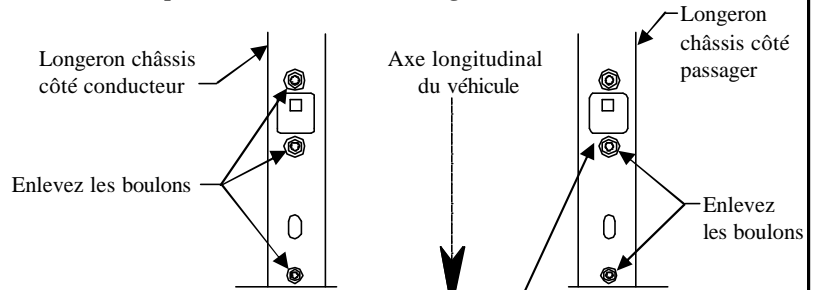
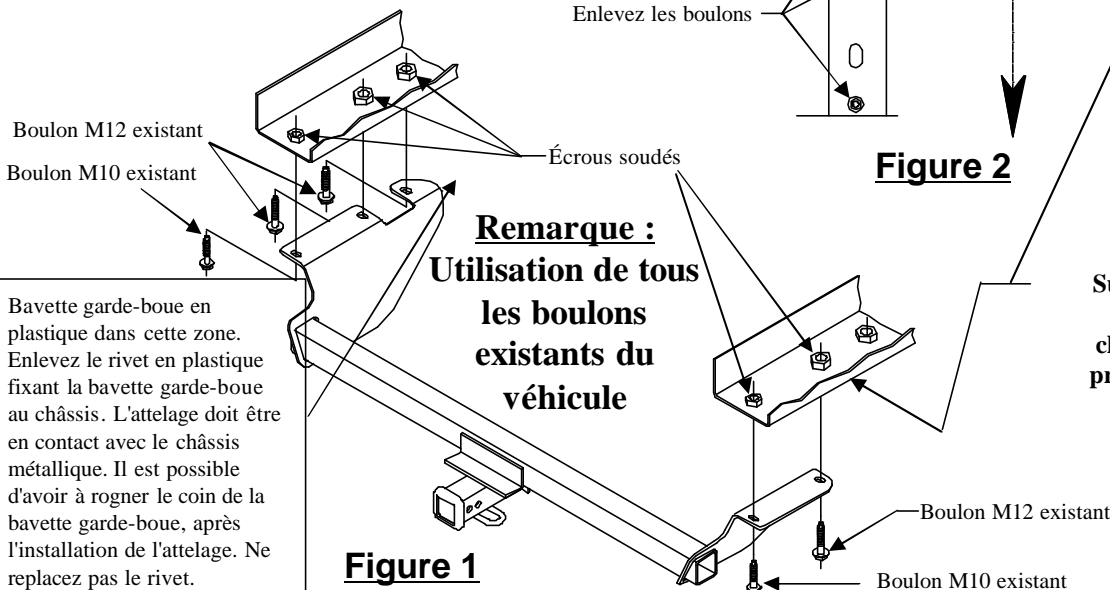

Figure 2
Figure 1
2. Enlevez les boulons existants des longerons comme illustré à la Figure 2, (3) du côté conducteur et (2) du côté passager, puis conservez-les pour le montage de l'attelage.
3. Enlevez le rivet en plastique fixant la bavette garde-boue au châssis du côté conducteur. Il est possible d'avoir à rogner le plastique après l'étape (4). Ne remplacez pas le rivet en plastique.
4. Levez l'attelage en position comme illustré à la Figure 1 et fixez-le avec les boulons existants enlevés à l'étape 2. Serrez-les à la main.